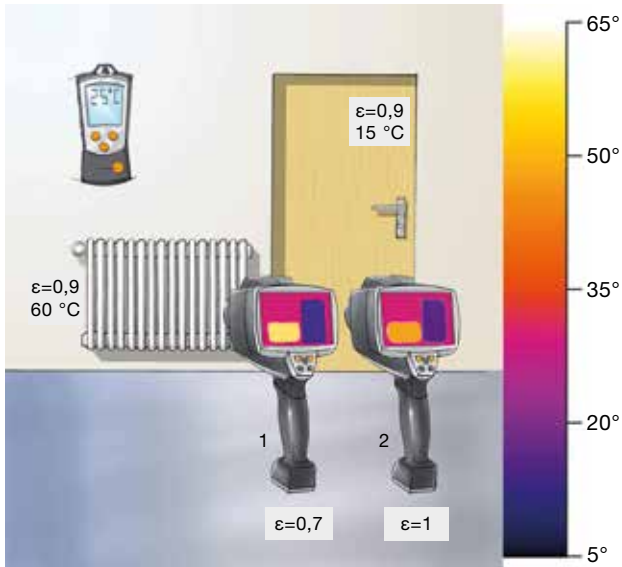

Abbildung 1.2: Auswirkungen eines falsch eingestellten Emissionsgrades auf die Temperaturmessung
1. Bei Messobjekttemperaturen über der Umgebungstemperatur (vgl. die Heizung in Abb. 1.2, S.11):
2. Bei Messobjekttemperaturen unter der Umgebungstemperatur (vgl. die Türe in Abb. 1.2, S.11):
Damit Ihre Wärmebildkamera die Temperatur der Messobjektoberfläche korrekt berechnen kann, sollten Sie neben der Einstellung des Emissionsgrades (ϵ) auch die Einstellung der reflektierten Temperatur (RTC) beachten. Bei vielen Messanwendungen entspricht die reflektierte Temperatur der Umgebungstemperatur (vgl. „Strahlung“, S. 19). Diese können Sie mit einem Luftthermometer, z. B. testo 810, ermitteln. Besonders bei einer großen Temperaturdifferenz zwischen Messobjekt und Messumgebung ist eine genaue Einstellung des Emissionsgrades wichtig (vgl. Abb. 1.2, S. 11).